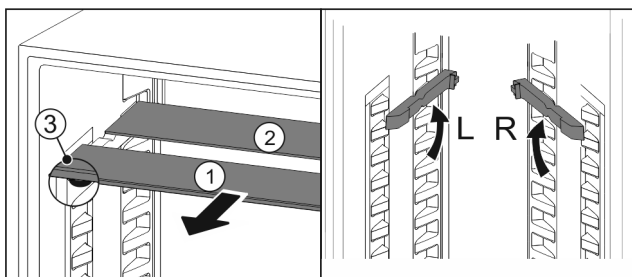

Fig. 110
- Glasplatten einzeln nach vorne herausziehen Fig. 110 (1).
- Glasplatte Fig. 110 (1) mit Zierleiste liegt vorne.
- Stopps Fig. 110 (3) zeigen nach unten.